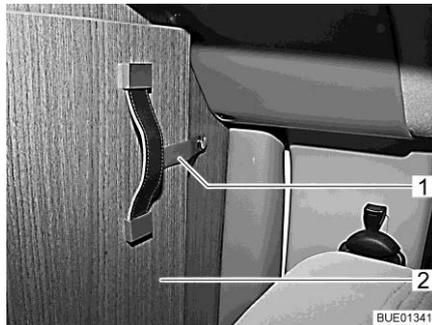

Fig. 52 Cinta de seguridad
- Soltar la cinta de seguridad (Fig. 52,1) de la parte plegable de la separación de la cabina del conductor (Fig. 52,2).